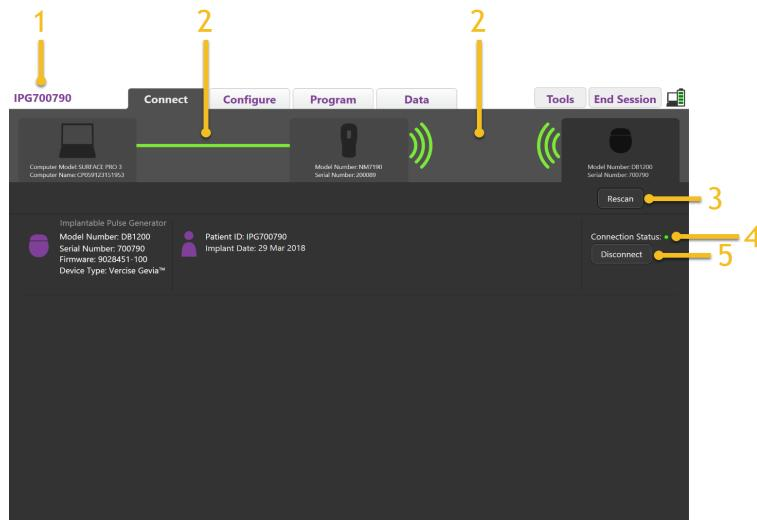

Рисунок 4. Установлено подключение КПУ к стимулятору
5. После подключения КПУ к стимулятору появится следующий экран (Рисунок 4).